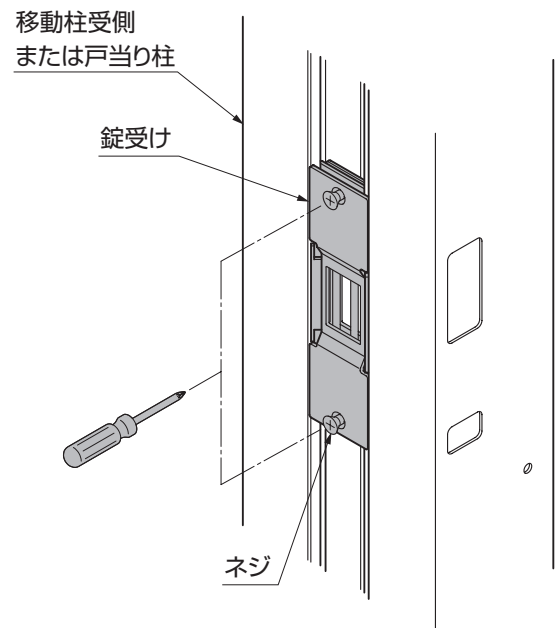

図9-5
③ 溝に錠受け本体が入ったことを確認して、図9-4の位置に錠受けを合わせて①で緩めたネジを締めてください。(図9-5参照)